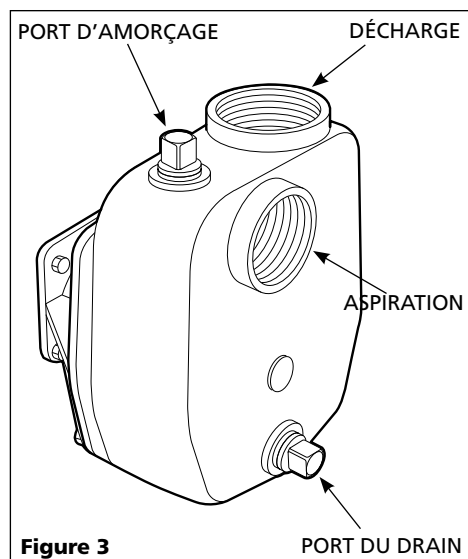

Figure 3
9. Ajouter de l'eau au port d'amorçage de la pompe (Voir Figure3). Continuer à rajouter de l'eau jusqu'à ce que le niveau atteigne approximativement 7,6 mm (3 po) à partir du sommet. Installer le bouchon de remplissage. L'eau dans la pompe provoquera l'aspiration qui amorce la pompe.